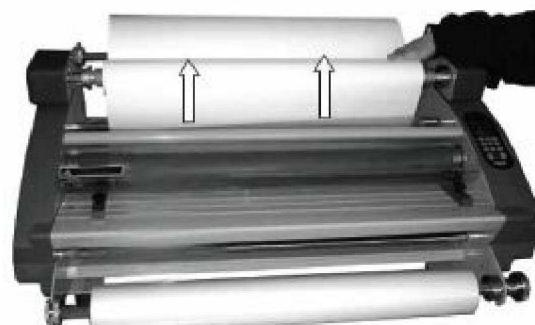

Рис.1
- A.** Установите рулон пленки для холодного ламинации , отделите подложку и зафиксируйте её на ревайндере обращая внимание на направление намотки (Рис.1)